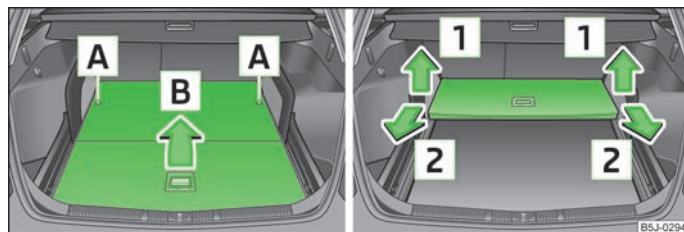

Fig. 49 Rabattre/Extraire le plancher de chargement variable
- Déverrouillez le plancher de chargement variable en faisant tourner les axes de fixation **A** de 180° env. vers la gauche » fig. 49.
- Soulevez le plancher de chargement variable dans le sens de la flèche **1** » fig. 49 et faites-le sortir en le tirant dans le sens de la flèche **2** » fig. 49.